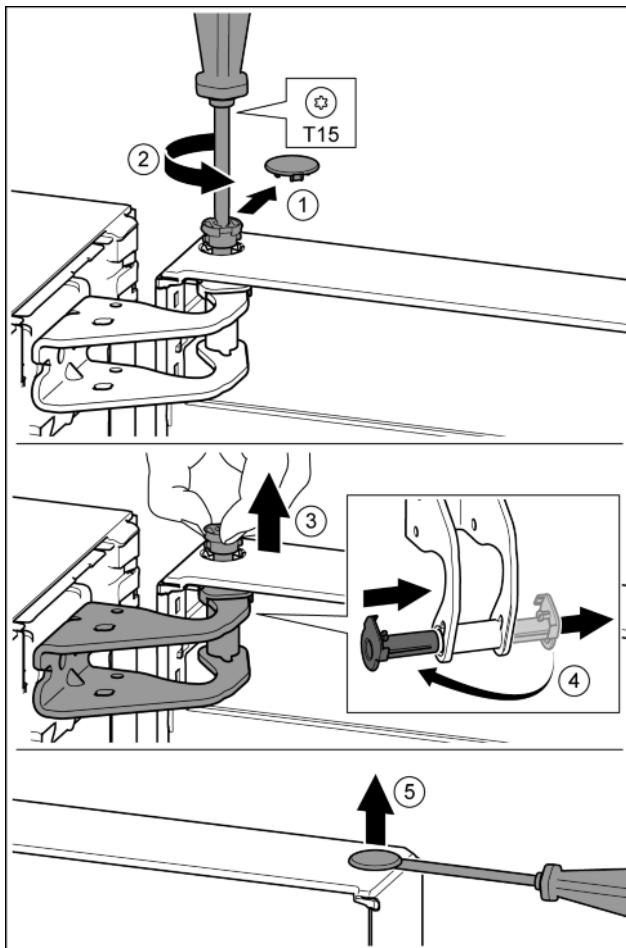

Fig. 10
► Обережно зніміть запобіжну кришку. Fig. 10 (1).
► Трохи викрутіть гвинт за допомогою викрутки T15. Fig. 10 (2).
► Притримуйте дверцята і витягніть палець руками. Fig. 10 (3).
► Витягніть із напрямної опорну втулку. Встановіть і зафіксуйте з іншого боку. Fig. 10 (4).
► За допомогою шліцевої викрутки обережно підійміть пробку із опорного втулка дверцят та витягніть її. Fig. 10 (5).